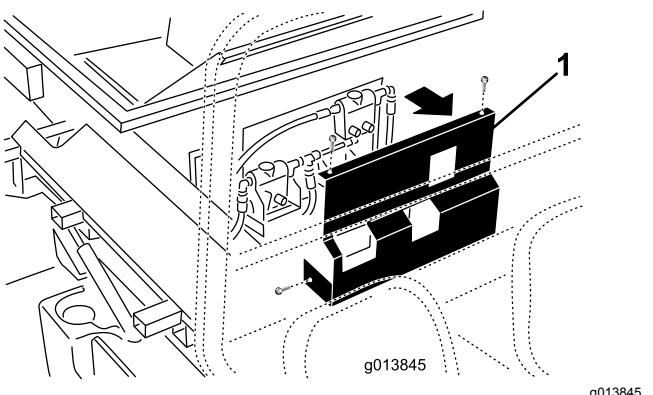

Bild 13
39. SH-Version, Modell 44701: Entfernen Sie die Befestigungen, mit denen die Abdeckung vorne am ProPass befestigt ist, und legen Sie die Abdeckung zur Seite (Bild 13).